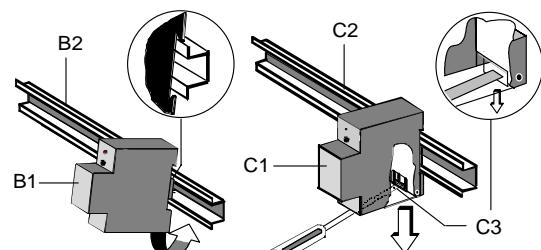

Bild 2: Montage / Demontage des Reiheneinbaugerätes
**Montage des Reiheneinbaugerätes (Bild 2)**
**Demontage des Reiheneinbaugerätes (Bild 2)**